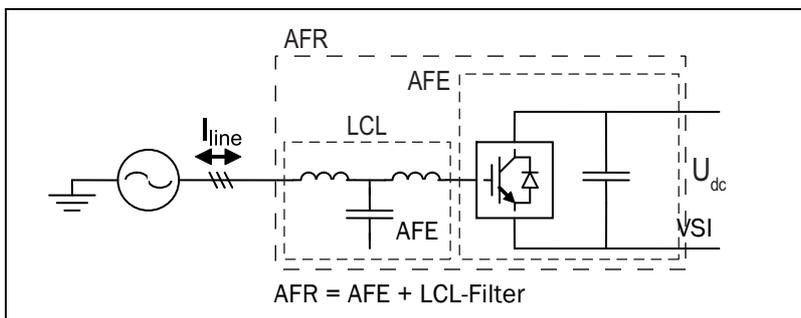

Abb. 3 AFR
Die AFR besteht aus dem Emotron Leistungselektronikmodul (AFE), das über einen LCL-Filter an das Netz angeschlossen ist, wie in Abb. 3 dargestellt. Der Hauptzweck des Emotron AFR ist, die Wechsellspannungsversorgung in Gleichspannung umzuwandeln, die die VSIs versorgt bzw. die von den VSI (Motorumrichter) kommende Spannung zu regenerieren. Er hält auch den Oberschwingungsganteil des Stroms, der mit dem Netz ausgetauscht wird, auf einem niedrigen Niveau, wodurch der THD (I) unter 5 % gehalten wird. AFR bietet standardmäßige AFE-Funktionen wie: